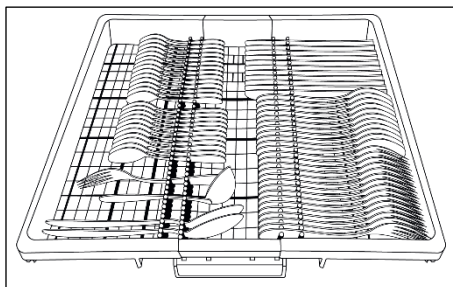

Fig. 6
- Colocar el tubo en la instalación de salida, evitando pliegues o arrugas (fig. 6).
Utilice la tercera cesta para cargar los cubiertos, como se muestra en la imagen (fig.6).